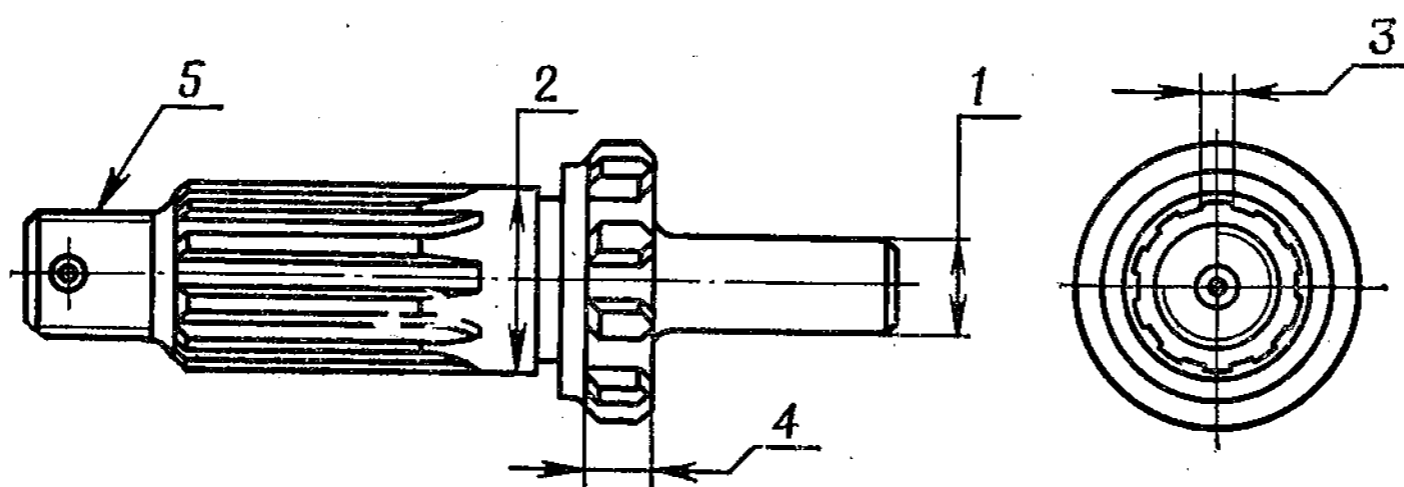

Рис. 115. Вал включения переднего моста раздаточной коробки
5. Вал включения переднего моста раздаточной коробки (рис. 115)